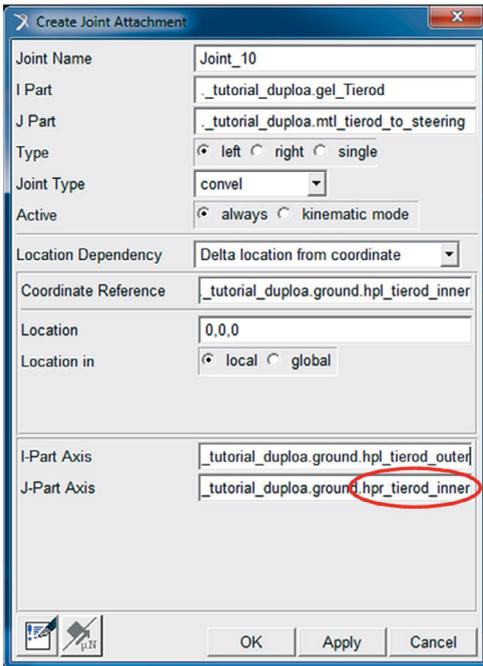

Figura 5.133 – Preenchimento da caixa de diálogo para criação da junta *Convel*.
- Crie a junta do tipo *Convel*, conforme ilustrado na Figura 5.133.
- Note que essa junta é definida pelo *General Part* “*gel_tierod*” e o *Mount* “*mtl_tierod_to_steering*”. Atente-se para o *Hardpoint* destacado na Figura 5.133, perceba que *J – Part Axis* é um *Hardpoint* situado à direita.